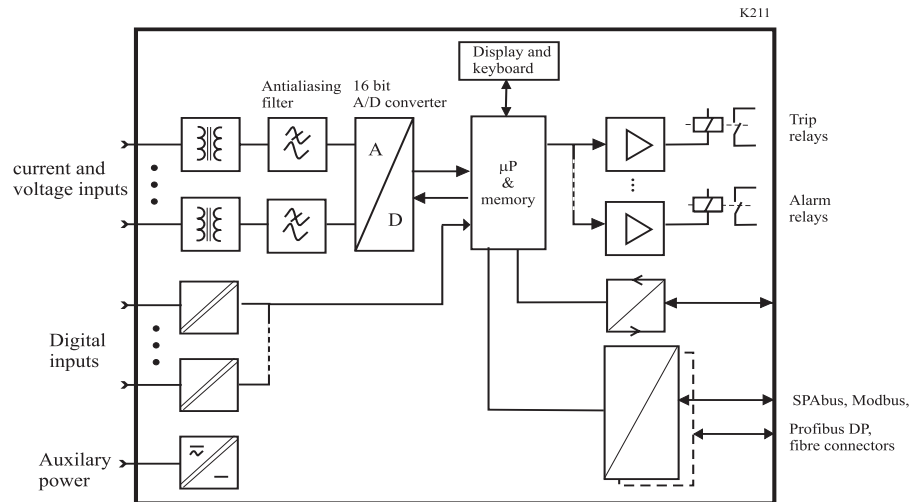

Figura 2.1-1 Princípio do diagrama de blocos do relé de proteção numérica.
Figura 2.1-1 mostra o princípio de um relé numérico. Os componentes principais são as inputs energizadas, contatos de saída, conversor A/D e o microcontrolador, incluindo circuitos de memória. Além disso o relé contém o circuito de alimentação e a interface homem-máquina (MMI).
1. O valor máximo de corrente medida é de $50 \times I_n$. Isto limita o escopo das curvas de tempo inverso quando o ajuste é maior que $2.5 \times I_n$. Veja a Figura 2.1-1, por exemplo, com um ajuste de $4 \times I_n$ o ajuste máximo de corrente relativa é $12.5 \times I_{set}/I_n$ através de curvas definidas a $20 \times I_{set}/I_n$